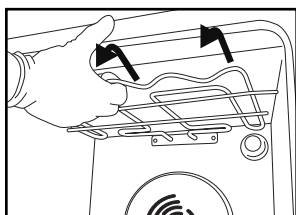
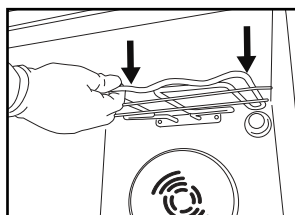

Fig. 3
Fig. 4
2. Trageți rezistența puțin în față (Fig. 3) și coborâți-o (Fig. 4).